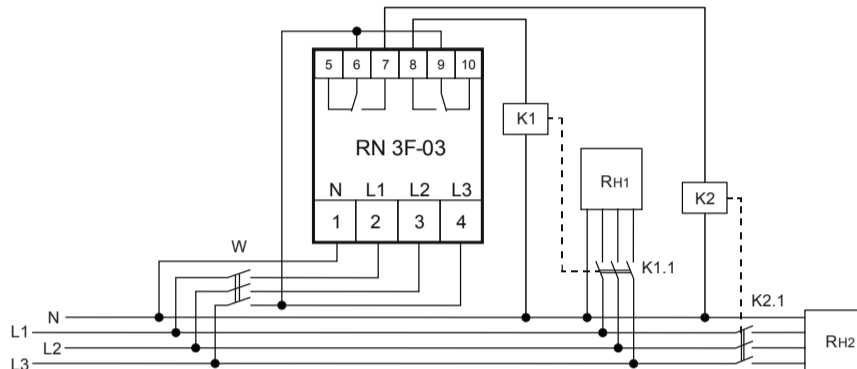

Рис. 2: схема подключения изделия
7.2. Подключить нагрузку к изделию (см. рис.2). Для этого используйте одножильный или многожильный провод с двойной или усиленной изоляцией сечением, соответствующей мощности нагрузки. Переменное **3-фазное** напряжение **380В, 50 Гц** подается на контакты выключателя **W** и на замыкающие контакты **K1.1** и **K2.1** контакторов **K1** и **K2** соответствующей мощности. Выходные контакты выключателя **W** подключаются на контакты **2, 3, 4** устройства и одна из фаз на контакты **6** и **9**.